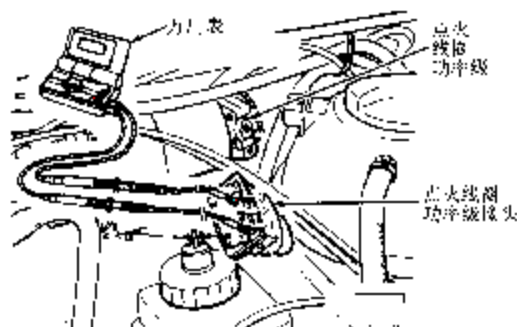

图 6-19 测试点火线圈功率级
(1) 点火开关置于 OFF 位。断开线圈功率级线束接头。连接电压表至端子 1 和 3（见图 6-19）。